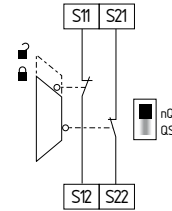

Fig. 12
**Circuito de monitorização de porta de proteção de dois canais dispositivos de interrupção conforme EN ISO 14119 (ver Fig. 12)**